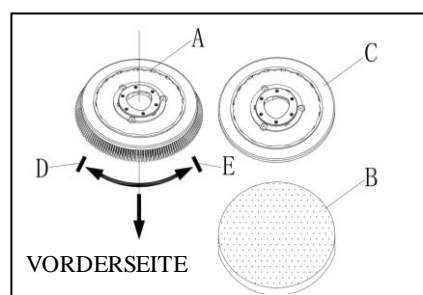

Abbildung 5
5. Vergewissern Sie sich, dass der Netzschalter (45) in der Position AUS "o" ist.
6. Heben Sie den Tank (25) durch Lösen des Lenkers (2) an.
7. Drehen Sie die Bürste (A, Abbildung 5) oder die Kissenhalterung (B/C, Abbildung 5) zur Installation auf dem Deck im Uhrzeigersinn (in Richtung des Pfeils D, Abbildung 5).
8. Drehen Sie Bürste oder Kissenhalterung zur Deinstallation vom Deck im Gegenuhrzeigersinn (in Richtung des Pfeils E, Abbildung 5).